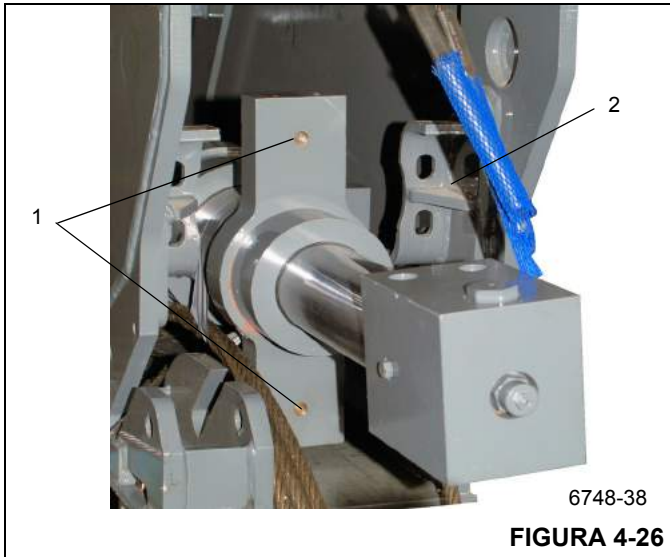

FIGURA 4-26
5. Gire os olhais de montagem internos da haste do cilindro (Figura 4-26, 1), de forma que fiquem na vertical para liberar os suportes de montagem (Figura 4-26, 2) na seção intermediária externa.